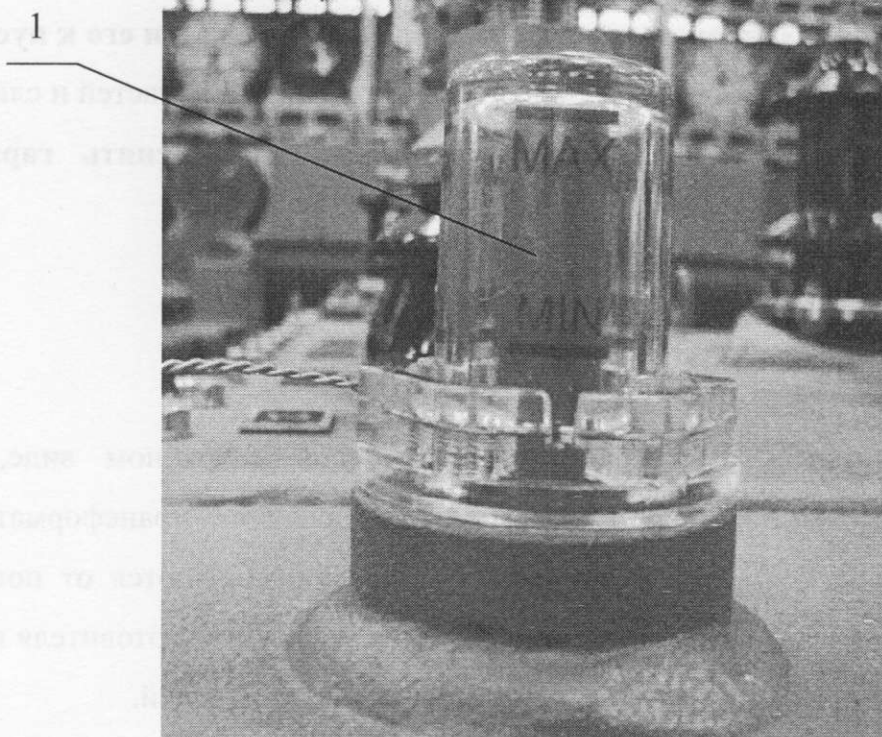

Рисунок 10 – Маслоуказатель
3.5.2 Уровень масла в трансформаторе определяется по указателю поз.1 в колбе маслоуказателя (рисунок 10). Допускается его нахождение выше отметки «МАХ». Наличие масла в колбе не является неисправностью. Работа трансформатора при нахождении указателя поз.1 ниже отметки «MIN» **НЕ ДОПУСКАЕТСЯ**.